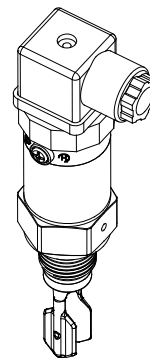

图 16
- (4) 当调试好高低位模式后，请拧紧壳体部分的螺丝，并重新上电（见图 16）。